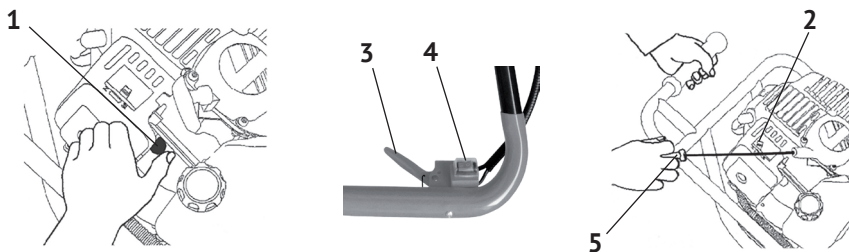

рис. 5
#### 6.1.1 Порядок запуска (см. рис. 5)
- перевести выключатель зажигания (рис.5 поз.4) в положение «I» - «Включено»;
- перевести рычаг воздушной заслонки (рис.5 поз.2) в положение «закрыто»
- нажать несколько раз на кнопку ручной подкачки топлива (рис.5 поз.1);
- медленно потянуть за рукоятку стартера (рис.5 поз.5) до появления сопротивления, а затем резким движением вытянуть трос на 2/3 его длины. Повторить действие до первого «схватывания» двигателя;